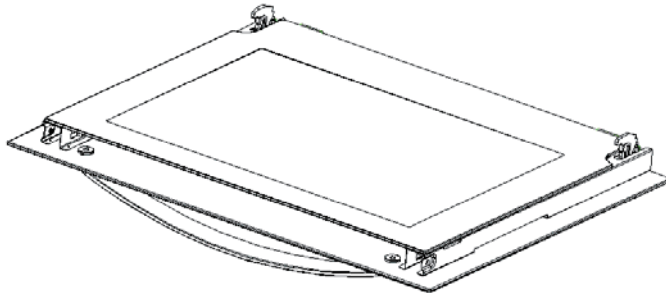

Figure 6
2. Pour déplacer le faisceau, comme indiqué sur la figure 6.